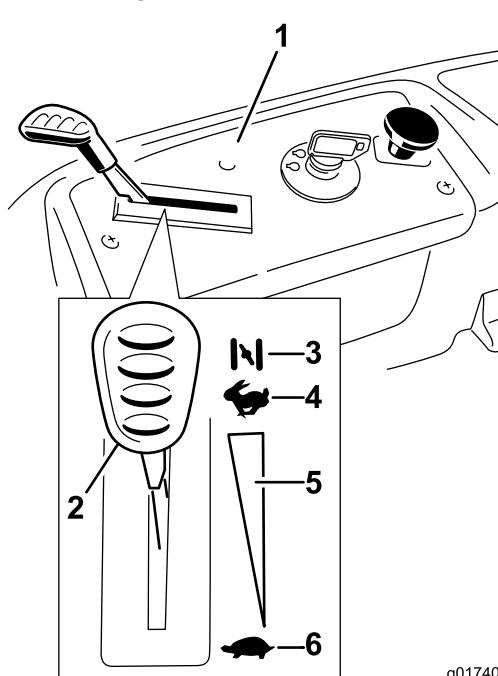

Bild 12
5. Schieben Sie den Gasbedienungshebel, sobald der Motor angesprungen ist, auf Schnell (Bild 12). Stellen Sie, wenn der Motor aussetzt oder unregelmäßig läuft, den Gasbedienungshebel für ein paar Sekunden wieder zurück auf Choke. Wiederholen Sie diesen Vorgang nach Bedarf.
2. Stellen Sie den Gasbedienungshebel zwischen Halb- und Vollgas (Bild 12).